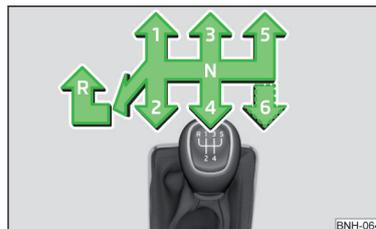

Fig. 185
En la palanca de cambios se presenta el esquema de cambio para cada posición de marcha » fig. 185.
- ▶ Presionar hacia abajo la palanca de cambio y colocarla completamente hacia la izquierda y luego hacia adelante en la posición **R** » fig. 185.